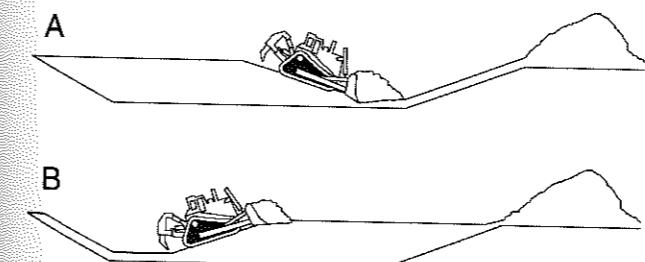

Ilustración 128
Comience en el extremo de la zona de descarga y trabaje hacia atrás. Vea el diagrama (A) en la Ilustración 128. Se puede cargar la hoja a medida que se mueve cuesta abajo. Además, se puede acarrear después la carga en una superficie horizontal. La técnica que se muestra en el Diagrama (B) no es tan eficiente como la técnica que se muestra en el Diagrama (A). En el Diagrama (B), la máquina está impulsando una carga cuesta arriba y el operador no utiliza la zanja. El nivel de explicación a través de toda la zanja no será eficiente porque la distancia promedio para empujar el material hasta la zona de descarga será mayor.